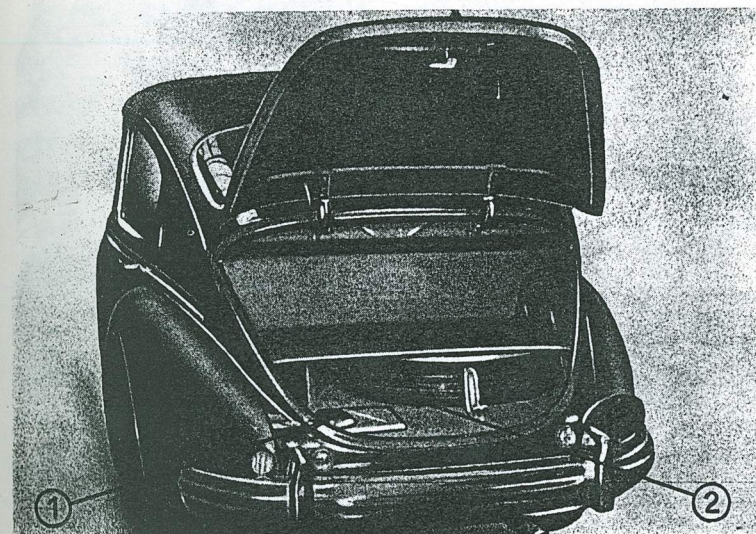

Fig. 14
Le remplissage en essence se fait dans le coffre arrière en (1), voir fig. 14.
5° Prendre dans le coffre arrière (fig. 14) la jante de secours (2) dont le pneu doit être gonflé à $1,9 \text{ kg/cm}^2$ si c'est un $5,50 \times 16$, ou à $1,5$ si c'est un 165×400 . Si on le monte à l'avant, ramener la pression à $1,7$, pour le pneu de $5,50 \times 16$.